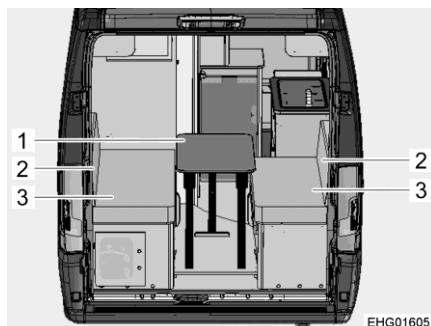

Fig. 64 Avant la transformation
- Replier la table pliante (Fig. 64,1) et le poser de côté ou dans le compartiment de rangement sous le socle.
- Retirer les deux coussins de dossier (Fig. 64,2). Les coussins de dossier se composent chacun de 2 segments (un coussin et une cale). Le coussin est utilisé pour la transformation en lit, la cale peut éventuellement être utilisée pour rehausser la tête.
- Retirer les deux coussins d'assise (Fig. 64,3).